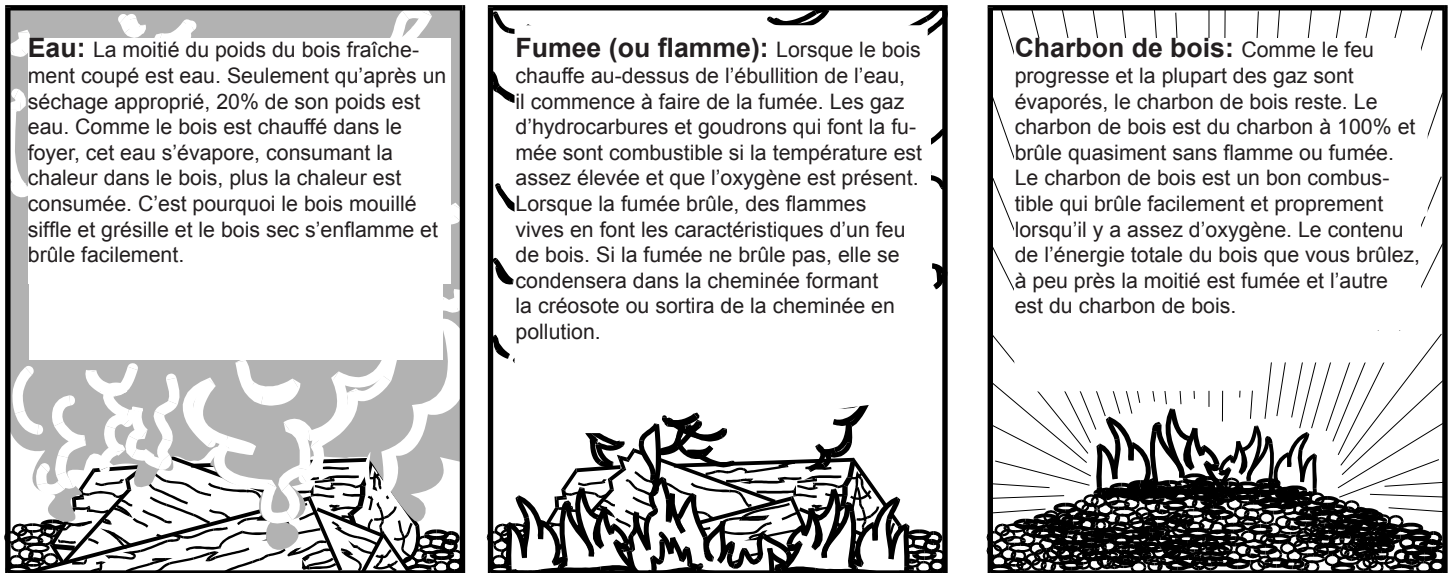

Figure 18
## **Break- In Fire** ( Reportez-vous à la page 15 figure 18)
**Votre premier feu** Il est conseillé de lire et de comprendre cette section thoroughly avant de commencer le feu ( Reportez-vous à la page 15 figure 18).
Fermer le volet de four lentement ( Fig. 18 ) pour permettre à la chambre de combustion du four à absorber la chaleur et la fumée .
Comme vous devenez plus expérimenté, vous prendrez connaissance sur ce réglages d'amortisseurs de cloche et four humide -teurs peuvent être utilisés à différentes étapes du cycle woodburn -ment (voir processus de combustion, page 15 figure 18).